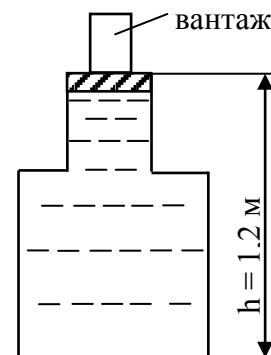

Рисунок 4.4
4.2.3 Посудина висотою $h = 1,2\text{ м}$, яка повністю заповнена водою $t = 4\text{ }^{\circ}\text{C}$ (рис. 4.4), накривають зверху поршнем (діаметр поршня $0,1\text{ м}$, маса $m_{\text{п}} = 1,5\text{ кг}$) і встановлюють на нього зверху вантаж масою $m_{\text{вант}} = 5\text{ кг}$. Визначити надлишковий і абсолютний тиски на дно посудини. Стисливістю води знехтувати.